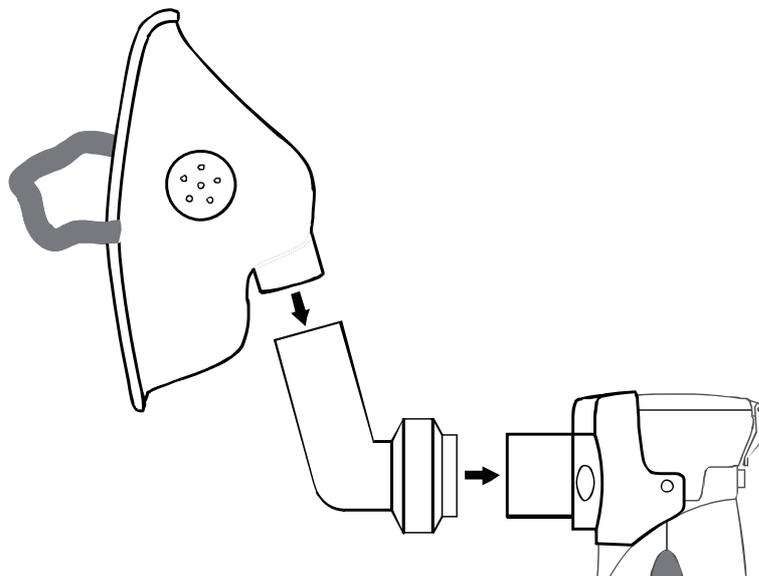

Fig. 11
- Installare la maschera: connettere il connettore e poi la maschera lungo la direzione della freccia (vedi Fig. 11)